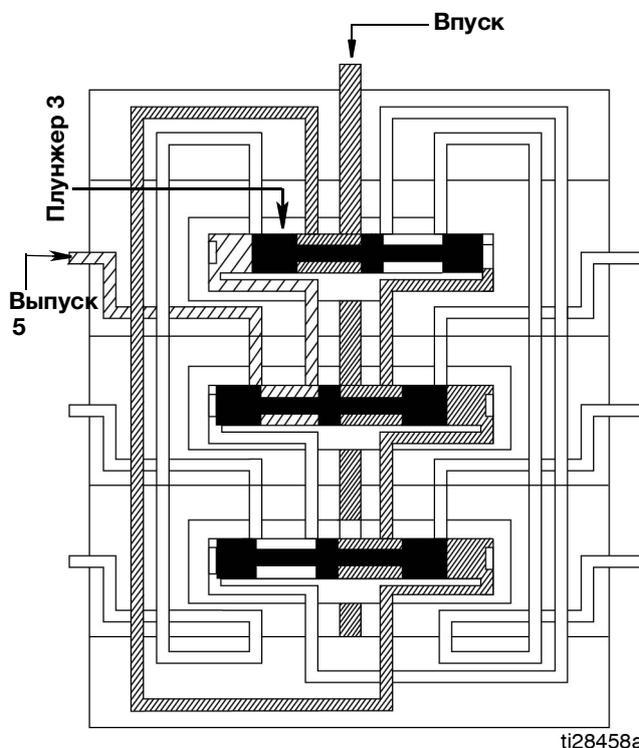

Рис. 15
2. Плунжер 3 открывается и производит подачу смазочного материала в выпускное отверстие 5 (Рис. 15).